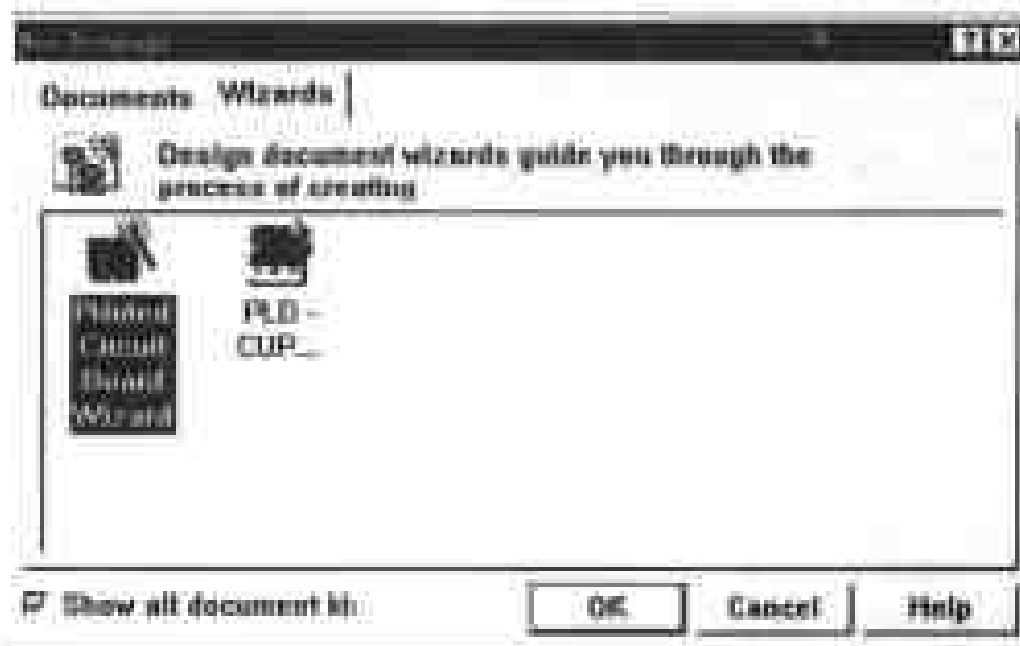

图 6-57 “Wizards” 标签页对话框
(1) 启动向导。在“New Document”对话框中选择“Wizards”标签页，而不是“Documents”标签页。“Wizards”标签页的对话框如图 6-57 所示。
(2) 创建 PCB 向导。在图 6-57 中用鼠标左键单击“Printed Circuit Board Wizard”图标，如图 6-58 所示。然后单击 OK 按钮，系统将弹出如图 6-58 所示 Wizard 欢迎界面。